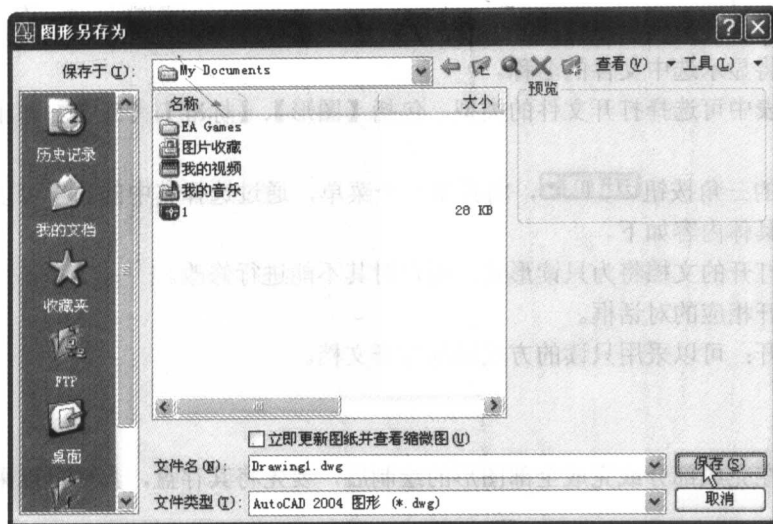

图 1-3 保存现有文件【图形另存为】对话框
(3) 保存现有文件。可以选择菜单栏中的【文件】→【保存】命令，或者单击工具栏上的按钮，系统打开【图形另存为】对话框，选择文件存放位置并命名，单击【保存】按钮，如图 1-3 所示。
无论采用哪种方式，都将打开【图形另存为】对话框，如图 1-3 所示。在【保存于】下拉列表中可确定文件存放的位置；在【文件名】文本框中可键入文件保存的名称；在【文件类型】下拉列表中可选择文件要保存的类型。